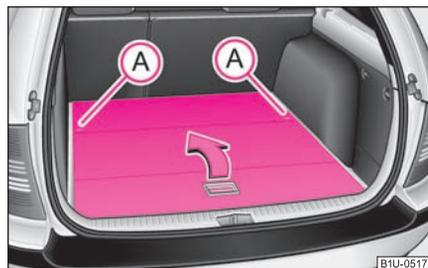

Fig. 78 Plancher de chargement variable
- Déverrouillez le plancher de chargement en faisant tourner les axes de fixation (A) d'env. 90° vers la gauche ⇒ page 74, fig. 78.